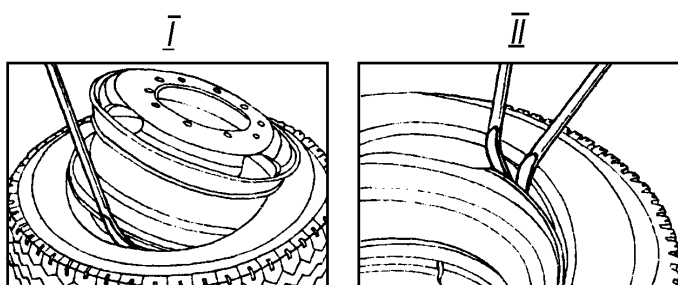

Рис. 39. Порядок монтажа шины
- нижнюю закраину обода колеса, расположенного диском вверх, полностью ввести в полость шины (рис. 39, I).
- перевернуть колесо с шиной и, удерживая верхний борт шины на уровне монтажного ручья обода, плоскими концами сначала одной, затем обеих монтажных лопаток, полностью завести его за бортовую закраину обода (рис. 39, II);